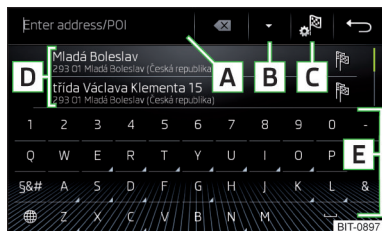
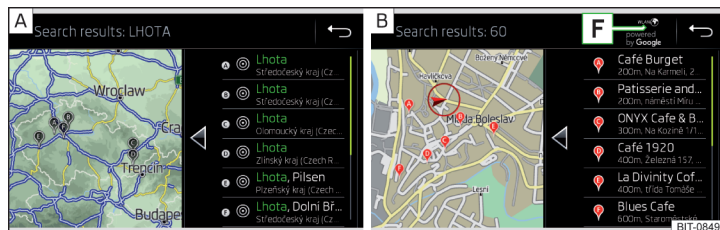

Fig. 170
Fig. 171 Lista destinațiilor căutate: în datele de navigație/online
Suprafețe de comandă funcții » fig. 170 și » fig. 171
În zona **D** » fig. 170, se afișează o listă a destinațiilor căutate.
- ▶ **sa:** Atingeți suprafața de comandă funcții **[B]** » fig. 170.
- 📍 Destinații căutate în datele de navigație » fig. 171 - **[A]**.
- 📍 Destinații căutate online » fig. 171 - **[B]**.